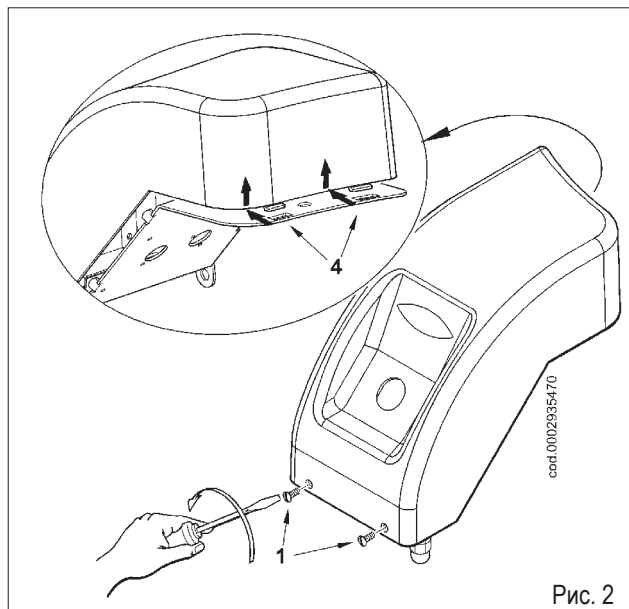

Рис. 2
- 2) Чтобы получить доступ к компонентам щита, открутить два винта (1), слегка отодвинуть крышку для их отсоединения от опоры (рис. 2) и приподнять крышку.